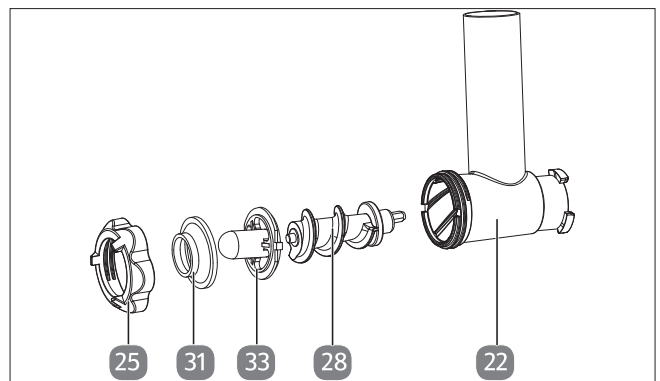

Abb. 24 – Zubehöreile Kebbe
1. Setzen Sie das Zubehör wie abgebildet zusammen (siehe Abb. 24).